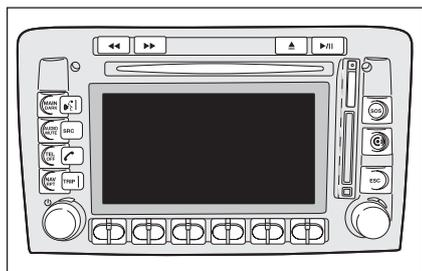

fig. 4
- avec Connet Nav+ **fig. 4**.